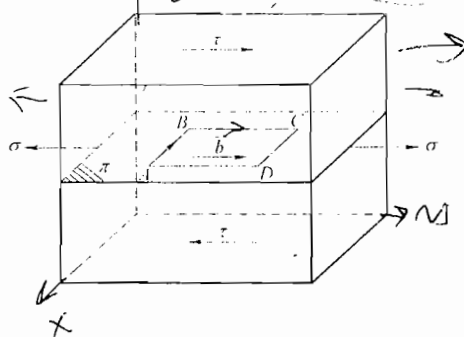

图 42-6 第五题第 3 小题图
3. 有一方形位错 (如图 42-6) 处于滑移面 π 上。